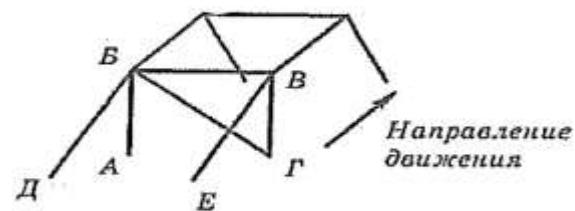

Рис. 4
- Закрытые легковые автомобили должны быть оборудованы каркасом безопасности, составленным из двух главных дуг (продольных или поперечных по отношению к оси автомобиля) с соответствующими распорками (см. схему рис.4). Поперечные дуги устанавливаются на уровне или сзади спинок передних сидений и у стоек лобового стекла. Продольные дуги располагаются симметрично продольной плоскости автомобиля по правой и левой сторонам кузова, причем передние стойки таких дуг устанавливаются у стоек лобового стекла, а задние - на уровне или позади передних сидений.